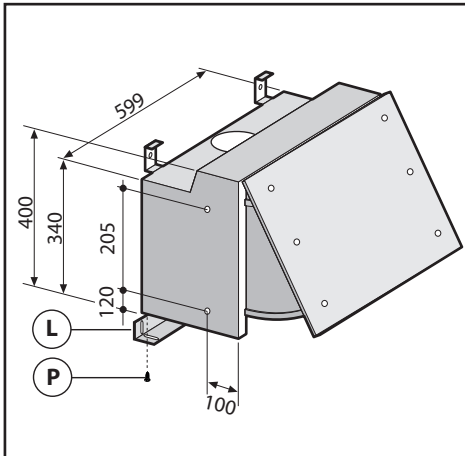

Fig.4
Eseguire 2 fori diametro 2,5 mm. sul fianco dei pensili in base allo schema Fig.4 considerando anche lo spessore del pannello frontale, così che la cappa rimanga allo stesso livello dei pensili laterali.
Fissare la cappa ai pensili tramite 4 viti idonee al tipo di mobile. Chiudere l'eventuale spazio rimanente tra cappa e parete regolando il distanzier (L) agendo sulle apposite viti (P) fig. 4.